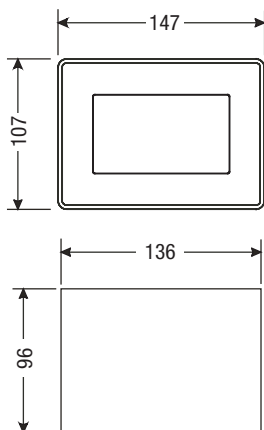

Рис. 3
- Выполните прорезь в двери распределительного шкафа согласно **рис. 3 и 4**.
- Вставьте панель управления и индикации в прорезь двери. Обеспечьте при этом правильное положение прокладки **⑥**.